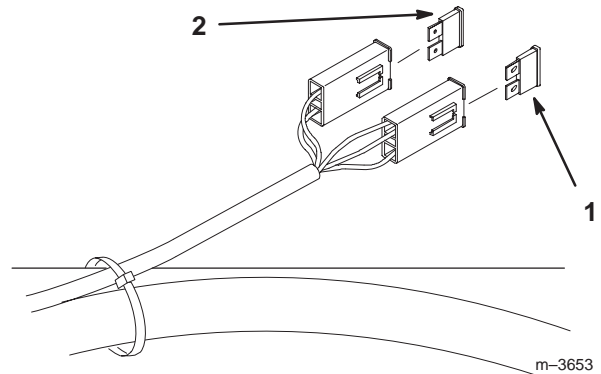

Bild 59
1. Heben Sie den Sitz an, um die Sicherungshalter zugänglich zu machen (Bild 59).
2. Ziehen Sie die Sicherungen zum Wechseln heraus (Bild 59).